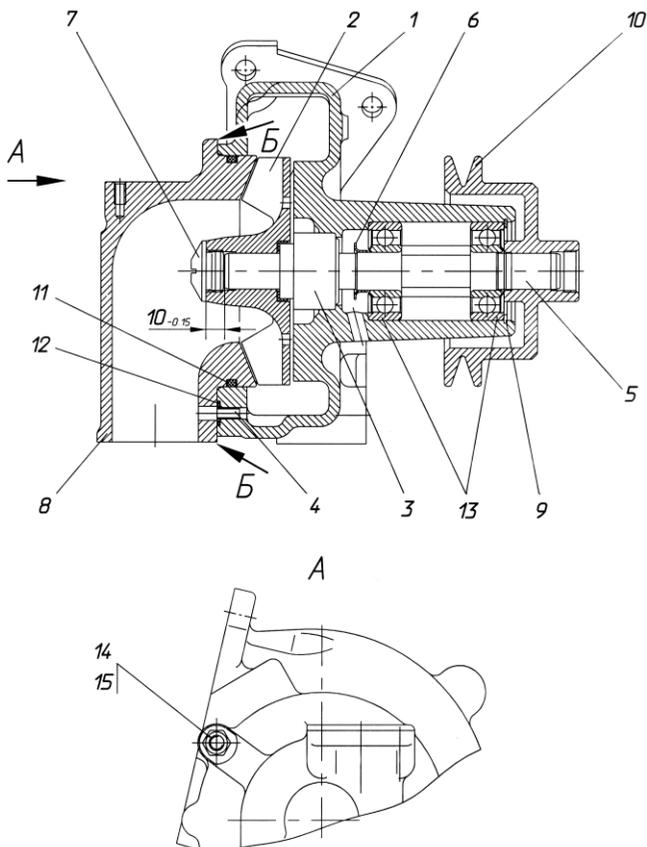

Рис. 13. Водяной насос:
5. Отвернуть гайки 14 (рис. 13) патрубка 8.
13. Выпрессовать из корпуса 1 вал 5 с водосбрасывателем 6 и подшипниками 13 (см. рис. 13).
2. Напрессовать на вал 5 (рис. 13) подшипники 13 и водосбрасыватель 6. При этом необходимо:
9. Напрессовать крыльчатку 2 в сборе с манжетой и уплотнительной втулкой на вал 5 (рис. 13). При этом необходимо:
- установить крыльчатку и вал в размер  $10_{-0,15}$  мм (рис. 13) между торцом вала и торцом ступицы крыльчатки. Для этого необходимо при запрессовке установить на торец вала диск диаметром не более 13 мм и высотой  $10_{-0,15}$  мм.